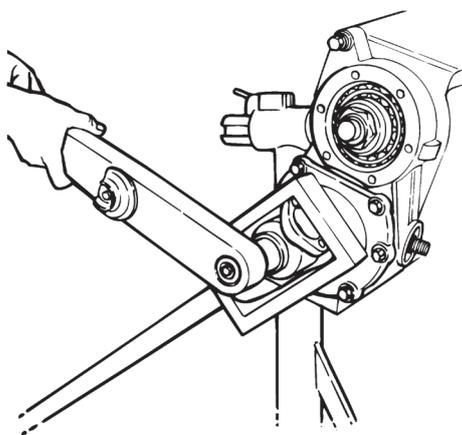

Figura 3.20
4. Use a ferramenta adequada para imobilizar o garfo ou flange do eixo de entrada. Solte, mas não remova, a porca que fixa o garfo ao eixo de entrada. Figura 3.20.